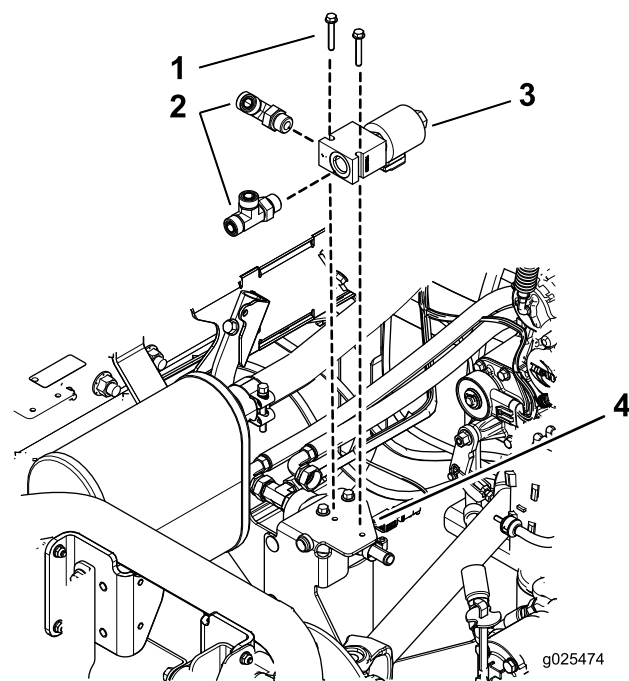

Figure 8
2. Montez le collecteur sur le support du cadre avec 2 boulons à embase (1/4" x 1 7/8"), comme montré à la (Figure 8).
1. Montez les raccords en T sur le collecteur (Figure 8) sans les serrer.